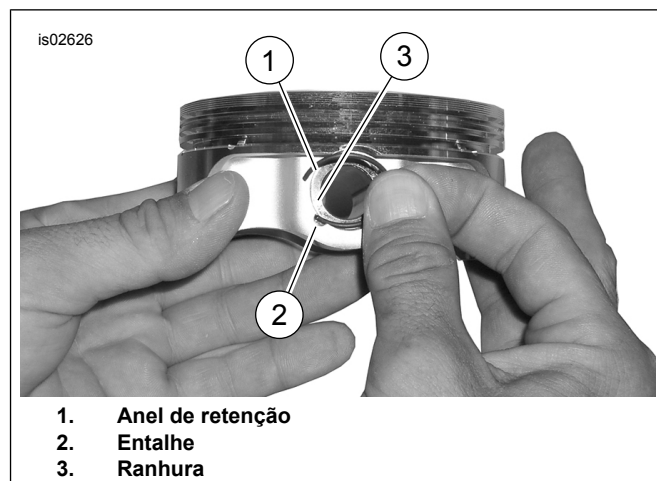

Figura 3. Anel de retenção e pistão
1. Veja Figura 3. Introduza a extremidade aberta do anel de retenção (1) no entalhe (2) da ranhura (3) ao redor do ressalto do pino do pistão para que a lacuna fique na posição 12:00 ou 6:00 quando instalado.